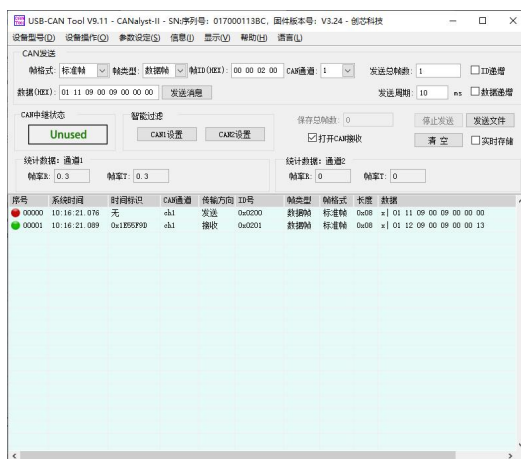

图7.3.1 使Y01、Y04有输出
■ 示例: 使Y01、Y04有输出, 即寄存器【9】的bit0、bit3为1, 其他bit为0 (十六进制为0009), 如图7.3.1所示。